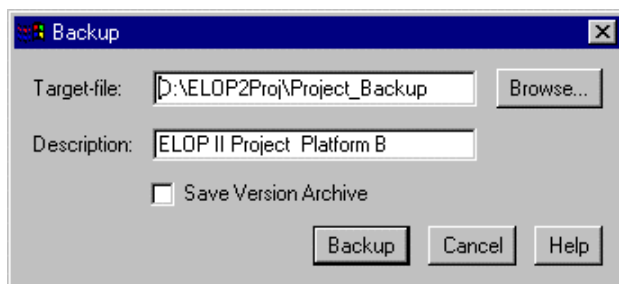
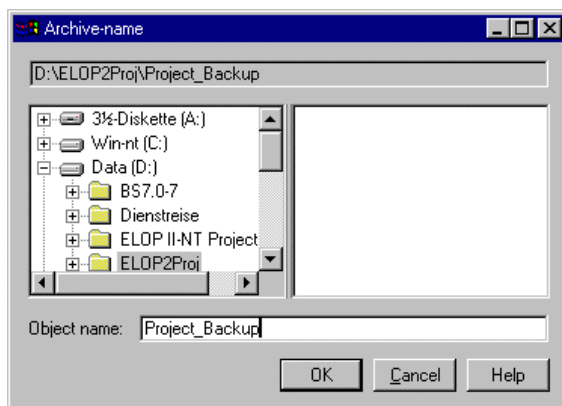

Рис. 112 Ввод имени архива
Рис. 113 Выбор пути архивации
- ☐ В окне "Backup" (Резервирование) (Рис. 112) выберите путь архивации проекта. Введите каталог в поле **Target-file (Целевой файл)** или же нажмите на кнопку **Browse... (Обзор)** для выбора каталога (Рис. 113).